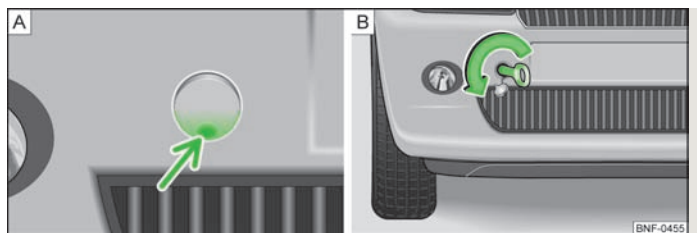

Fig. 116 Forreste stødfanger: Afdækning / Montering af slæbeøj
- Tryk på den nederste del af afdækningen (pil) » Fig. 116 - A for at løsne afdækningen fra fastgørelsen.
- Skru slæbeøjet helt i pilens retning med hånden » Fig. 116 - B. Til fastspænding anbefaler vi, at du fx anvender hjulnøglen, slæbeøjet fra en anden bil eller en lignende genstand, som kan stikkes gennem øjet.